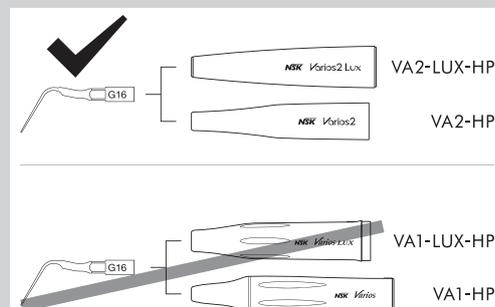

Fig. 17
- Non collegare la punta G16 in dotazione ad un manipolo diverso dal manipolo Varios2 (VA2-LUX-HP / VA2-HP). Ciò potrebbe provocare la rottura della punta o provocare graffi sulla superficie della dentizione, protesi, ecc. a causa di un aumento dell'ampiezza della vibrazione (Fig. 17).